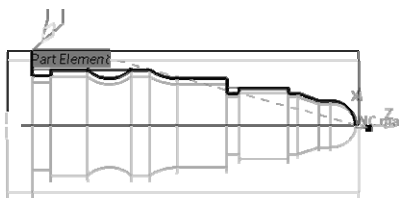

图 6-52 刀具路径轨迹 (3)
- 单击“Profile Finish Turning.1”对话框中的 Tool Path Replay 按钮, 弹出“Rough Turning.1”对话框, 同时在图形区显示刀具路径轨迹(3)如图 6-52 所示。